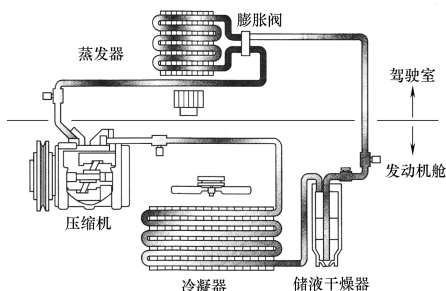

图 4-167 制冷系统工作原理
(4) **蒸发过程** (吸热) 低温低压的雾状制冷剂进入蒸发器后,通过蒸发器的壁面吸收蒸发器表面周围空气的热量而沸腾汽化,从而降低了车内空气温度。在鼓风机的作用下,车内的冷、热空气加速对流。提高了空调制冷效果。在蒸发器内吸热汽化后的制冷剂蒸气再次被压缩机吸入,然后重复上述过程,如图 4-167 所示。